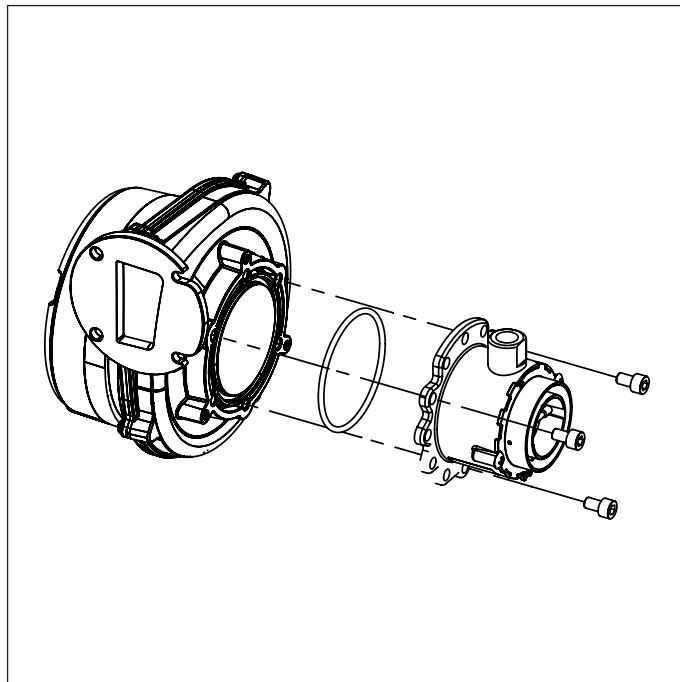

Fig. 30 Miscelatore
- Rimuovere il miscelatore svitando le tre viti a brugola (vedi Fig. 30 Miscelatore).